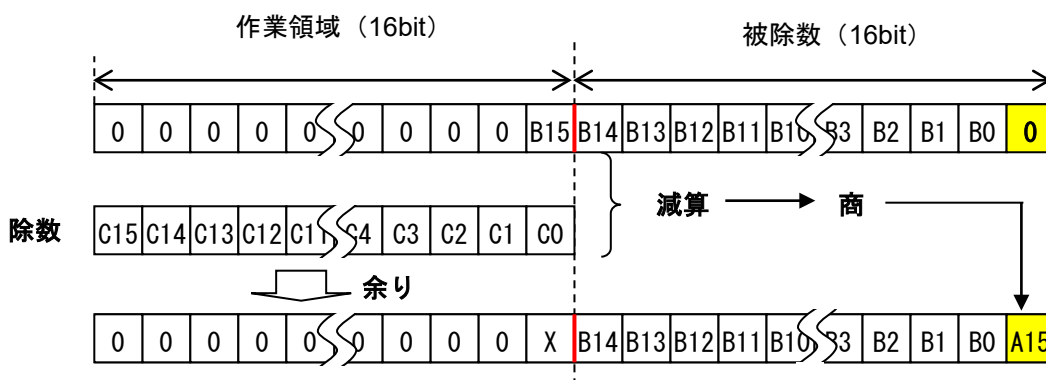

図 3.4 減算の実行
- ③ 作業領域から除数を引けるかどうかを確認し、引ければその回の商は1になり、引けなければ0になります。この商は被除数(領域)のLSBに格納します。引けた場合の余りは作業領域に格納されます(図3.4参照)。
このような計算を行う場合に注意する必要があるのが、商の桁位置(ビット位置)です。減算そのものがビットをシフトしながら引いていくので、商には1回の減算ごとに1ビットシフトしながら毎回の結果を付け加えていくこととなります。図3.4の場合を考えると、その結果の1ビット(商のビット)には2の15乗の重み(桁)があります。②と③がセットで1ビット分の減算が完了します。